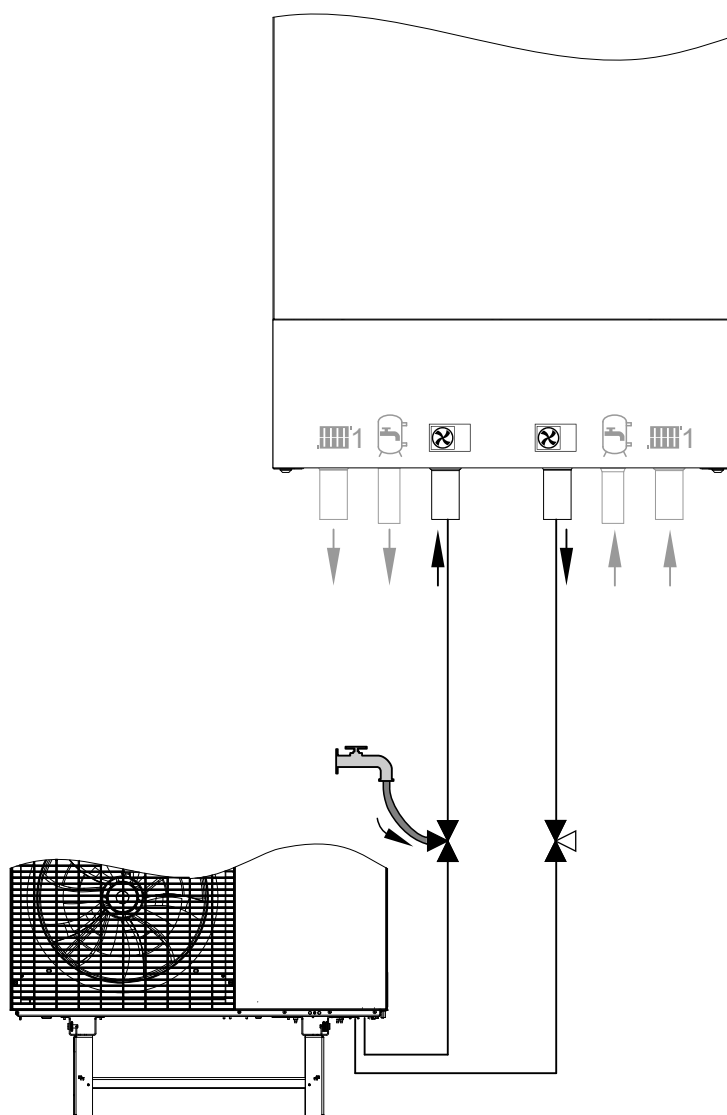

Fig. 57
2. Deschideți robinetul sferic cu 3 căi de pe turul unității externe (intrare agent termic unitate internă) conform fig. 57: **Deschis în toate direcțiile**
3. Deschideți debitul dintre unitatea internă și externă prin robinetul sferic cu 3 căi de pe returul unității externe (ieșire agent termic unitate internă): consultați fig. 57.